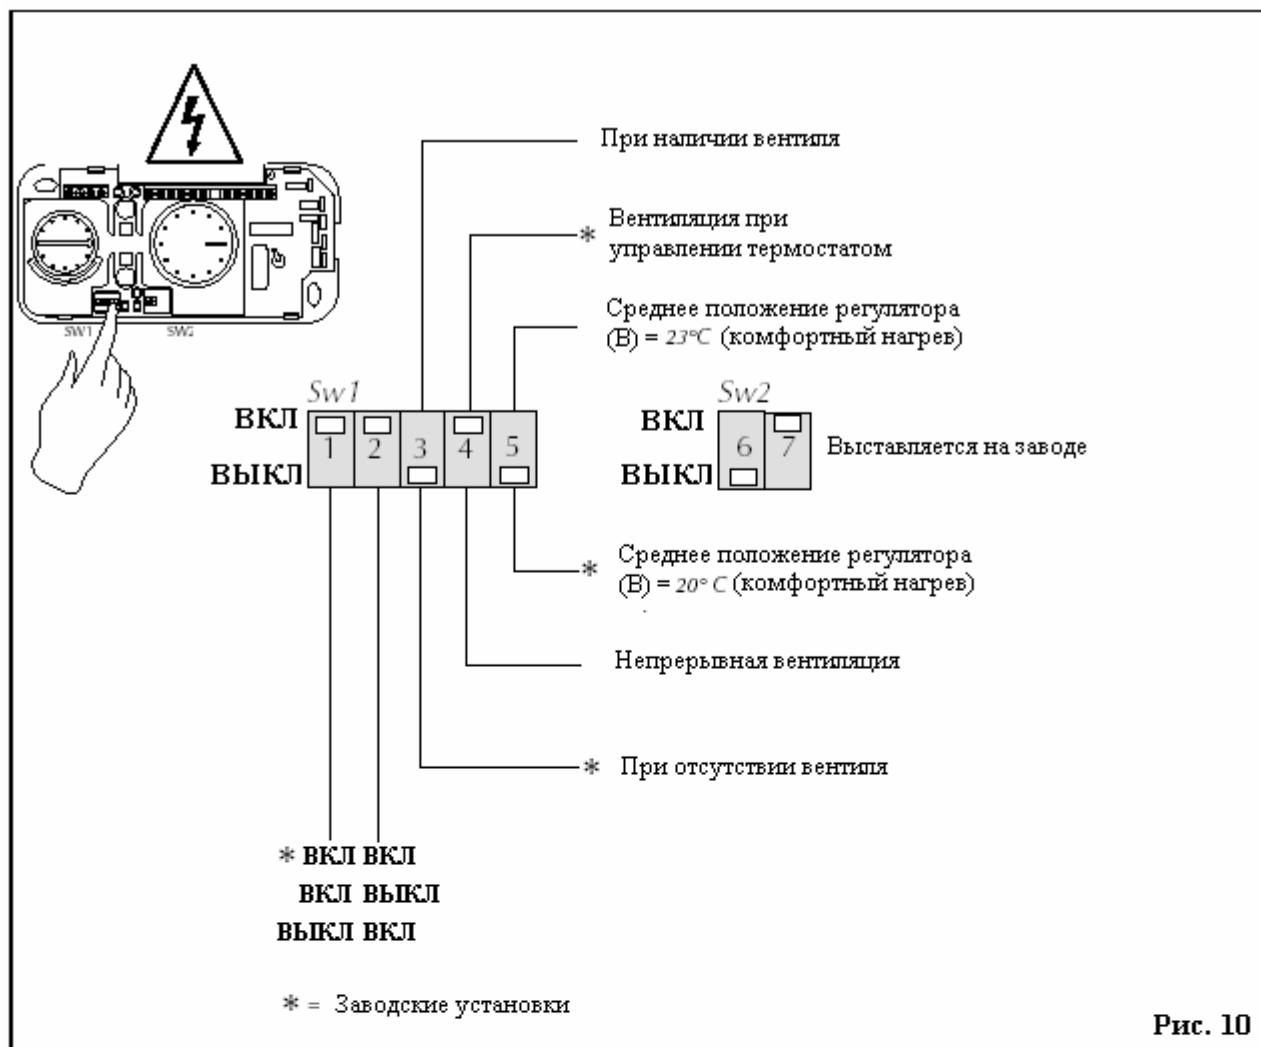

Рис. 10
Настроочные операции выполняются во время установки панели управления и производятся только квалифицированным персоналом. С помощью микропереключателей, расположение которых показано на Рис. 10, задаются перечисленные ниже функции панели управления.
- Установите переключатели в нужное положение (Рис. 10).